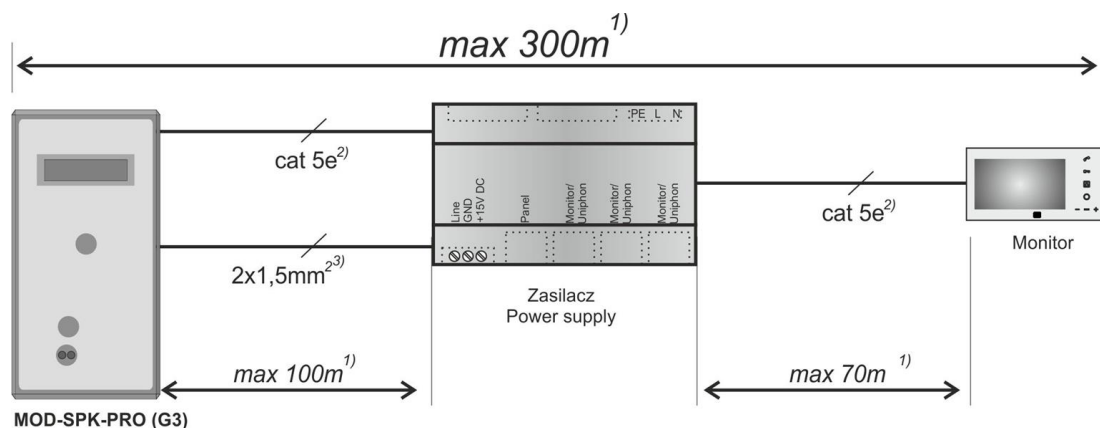

Abb. 3 Maximale Leitungslängen.
Es wird empfohlen, das Modul gemäß dem Schema mit RJ45-Steckern und einem Twisted-Pair-Kabel (UTP-Kabel mind. Kat. 5e) anzuschließen. In diesem Fall sind die maximalen Kabellängen: 100 m zwischen dem Sprechmodul und der Stromversorgung und 70 m zwischen dem Monitor und der Stromversorgung (für Informationen über längere Verbindungslängen siehe Abb. 3. oder in der *Bedienungsanleitung für die Digitale Videosprechanlage COMO PRO*). Alle Steckverbinder müssen gemäß der Norm **T568B** gleichmäßig gecrimpt sein. Im Falle eines Audiosystems sind mindestens 3 Drähte zwischen dem Sprechmodul und dem Empfänger erforderlich (Drahtdurchmesser min. 0,5 mm).
Der elektrische Türöffner wird an die Klemmen ELOCK OUTPUT (+ und -) und seine Stromversorgung an ELOCK POWER (+ und -) angeschlossen. In diesem Fall empfiehlt es sich, Kabel zu verwenden, die für die Stromaufnahme des Türöffners ausgelegt sind (typischerweise 1,5 mm²) und den Abstand gemäß Abb. 3 einzuhalten. Mit der PC-Anwendung kann der Eingangstyp ELOCK OUTPUT geändert werden auf: „Elektrischer Türöffner“ (Standardeinstellung) – die Spannung am Ausgang erscheint beim Öffnen und wird zusätzlich entsprechend moduliert, sodass bei einer Gleichspannung von +15 V ein elektrischer Türöffner mit 12 V verwendet werden kann. Die anderen Ausgangstypen sind „Reversibel“ (z. B. wenn ein reversibler elektrischer Türöffner angeschlossen ist) – in diesem Fall verschwindet die Spannung am Ausgang beim Öffnen, oder „Relais“ – die Spannung am Ausgang erscheint beim Öffnen ohne zusätzliche Modulation (z. B. wenn ein Relais angeschlossen ist). **Hinweis!** Bei den Typen „Reversibel“ und „Relais“ erscheint der an den Eingang „ELOCK POWER“ angeschlossene Spannungswert direkt am Ausgang, und es sollte eine Stromversorgung mit Parametern verwendet werden, die mit dem verwendeten Türöffner kompatibel sind (es können auch Stromversorgungen mit Wechselspannung (AC) verwendet werden – stellen Sie in diesem Fall den Typ der Ausgangssteuerung auf: „Relais“). Bei geringem Abstand (bis zu mehreren Metern) zwischen der Stromversorgung und dem Sprechmodul ist es zulässig, den Türöffner über die Versorgungsspannung des Moduls zu versorgen (Twisted-Pair-Kabel - UTP). Dazu müssen die Steckbrücken J2 und J3 eingesetzt werden. **Eine solche Verbindung wird nicht empfohlen und hängt von der Art des verwendeten Türöffners ab – im Falle einer Fehlfunktion des Systems sollte der Türöffner über ein separates Kabel mit Strom versorgt werden.**